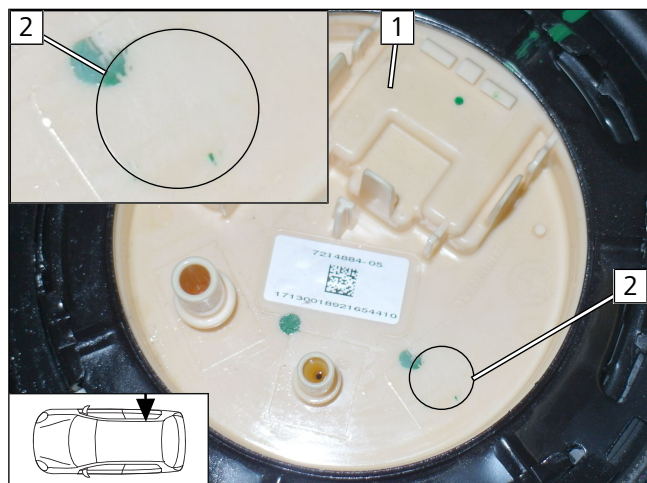

Рис. 46
- 2 Расположение Ø19 шаблона на выступе (см. Рис. 46)